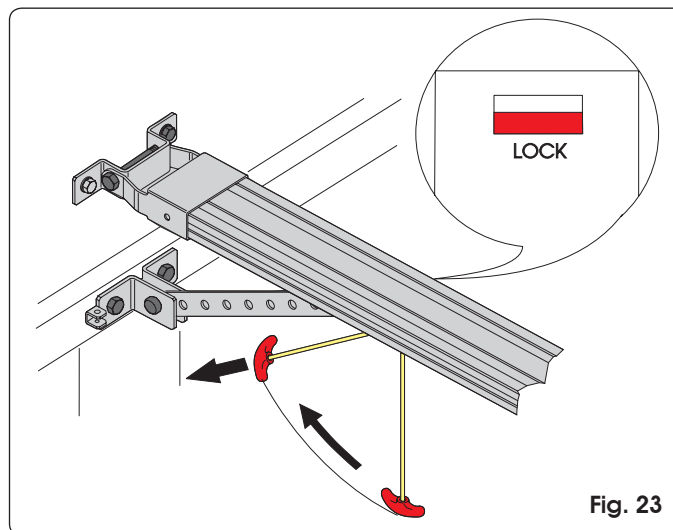

Fig. 23
- 4) Trek de ontgrendelingsknop horizontaal richting de deur (Fig. 23). Controleer of, wanneer de knop wordt losgelaten, het LOCK-venstertje onder de geleideslede rood is. Beweeg de deur met de hand tot het punt is gevonden waar de geleideslede aangrijpt.